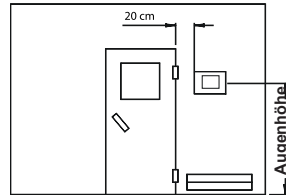
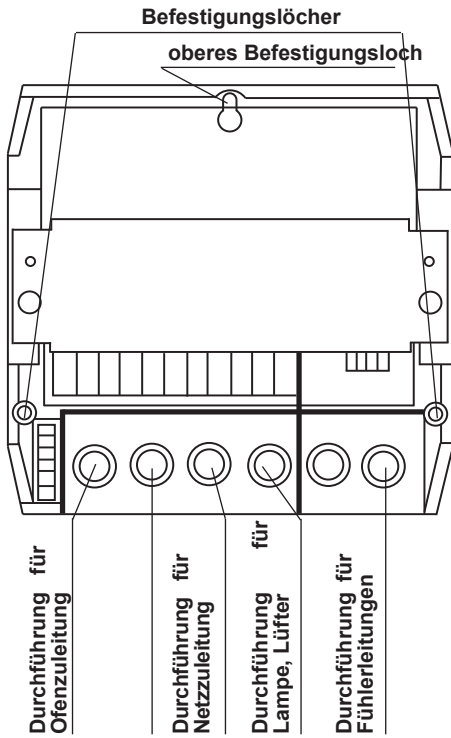

Abb. 3
Abb. 4
1. Nehmen Sie die Abdeckung des Steuergerätes ab. Dazu lösen Sie die Befestigungsschrauben unter der Bedienungs-skala. Vergrößern Sie die Löcher für die Durchführungen der Kabel (Abb. 4) mit Hilfe eines geeigneten scharfen Messers. Die Bohrungen \varnothing 3 mm für die mitgelieferten Holzschrauben 4 x 20 mm werden entsprechend den in Abb. 3 + 3.1 angegebenen Maßen angebracht.
sehen Durchführungen und schrauben Sie das Gehäuseunterteil in den beiden unteren Bohrungen fest an die Kabinenwand. Abb. 4